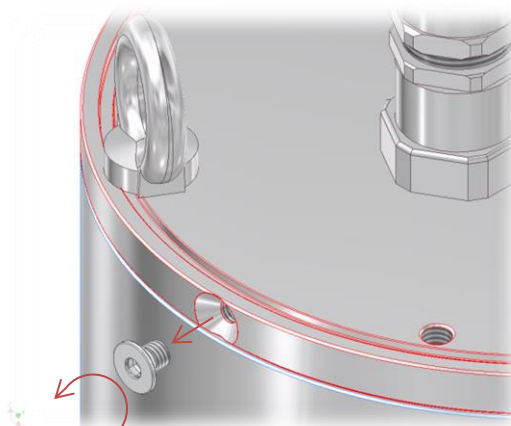

Рис. 6-5 Удаление винта с потайной головкой, тип T08-TNXCD
- Перед началом работ нужно выкрутить винт с потайной головкой с внутренним шестигранником из нержавеющей стали(DIN 7991) на фланцевой детали (ср. рис. 6-5).